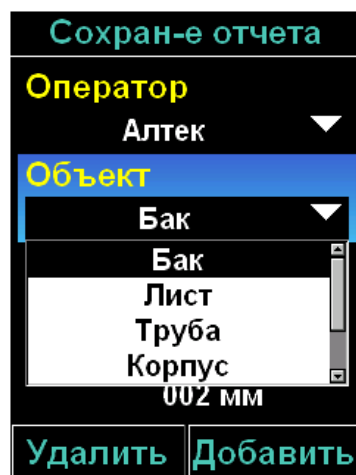

Рисунок 6 -
2.4.4 В выделенном пункте меню при помощи клавиш  (влево) и  (вправо) осуществляется изменение значения параметра. При нажатии клавиши  (ввод) включается режим цифрового ввода значения параметра (см. п. 2.4.6) или выводится список возможных значений параметра (рисунок 6). Наличие списка обозначается символом  в пункте подменю.